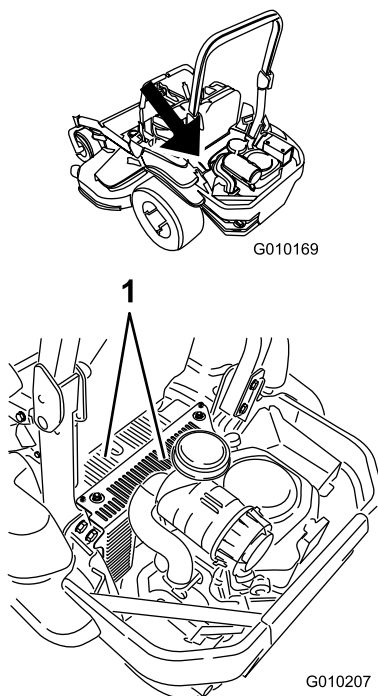

Figura 69
5. Rimuovete sporcizia ed erba dalle coperture dell'unità idraulica (Figura 69).